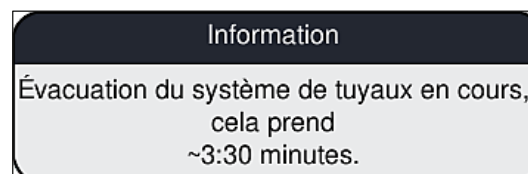

Fig. 107
6. Le message d'information (→ Fig. 107) apparaît à l'écran, informant l'utilisateur de la durée de l'opération. Ce message disparaît dès que le pompage d'air est terminé.